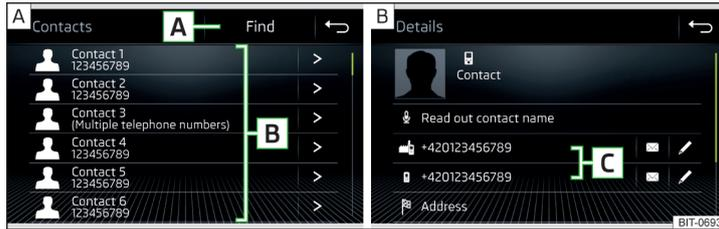

Abb. 182 Liste der Telefonkontakte / Kontaktdetails
- ▶ Im Hauptmenü *Telefon* die Funktionsfläche  antippen, es wird eine Liste der Telefonkontakte angezeigt » Abb. 182- A.